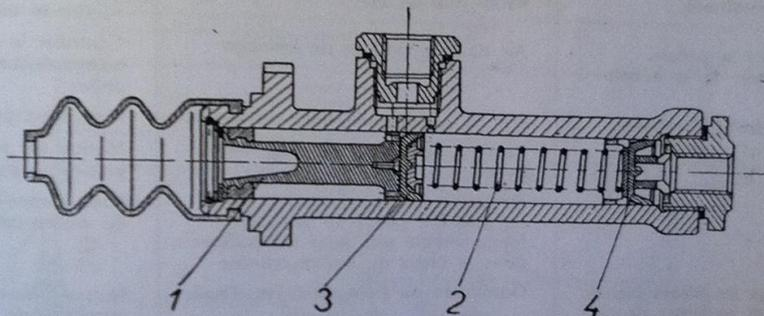

Fig. 133
2. Dévisser les deux vis M 8×15 (fig. 133) de la bride du maître-cylindre.
3. Expulser le maître-cylindre en bloc avec le pare-poussière (fig. 133) hors de son support.
4. Retirer le pare-poussière du poussoir, comprimer le piston (fig. 133/1), enlever l'anneau de retenue et la rondelle. Le ressort (fig. 133/2) expulse le piston hors du maître-cylindre en bloc avec la gaine (fig. 133/2).
5. Retirer le ressort ainsi que la seconde gaine (fig. 133/4) restée sur le fond du maître-cylindre.